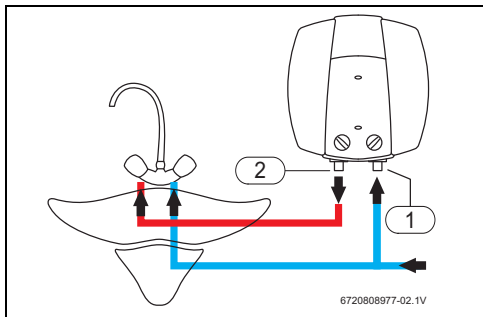

Рис. 7 Монтаж над раковиной (модель ES...5MOWIV-B)
► Обозначьте трубы горячей и холодной воды соответствующим образом, чтобы не перепутать их (→ рис. 7 и 8).